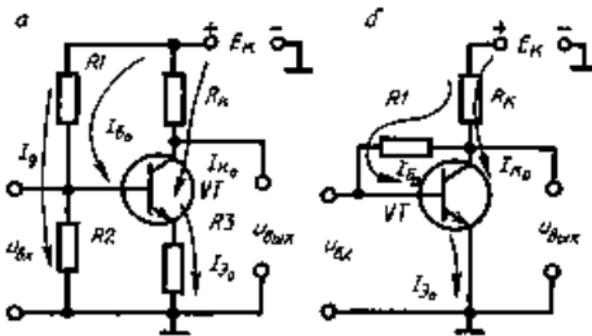

Рис. 5.9. Схемы усилителей на БТ с эмиттерной (а) и коллекторной (б) стабилизацией
**Усилитель с эмиттерной термостабилизацией.** Для стабилизации режима покоя в усилитель вводят элементы или цепи, создающие ООС. На рис. 5.9, а показана схема усилителя с фиксированным напряжением база — эмиттер и последовательной ООС по току, образуемой резистором  $R3$  в цепи эмиттера.
**Усилитель с коллекторной стабилизацией режима.** В данном усилителе (рис. 5.9, б) через резистор  $R1$  дейст-
Для усилителя с ОЭ, схема которого показана на рис. 5.9, а, выражение коэффициента неустойчивости принимает вид